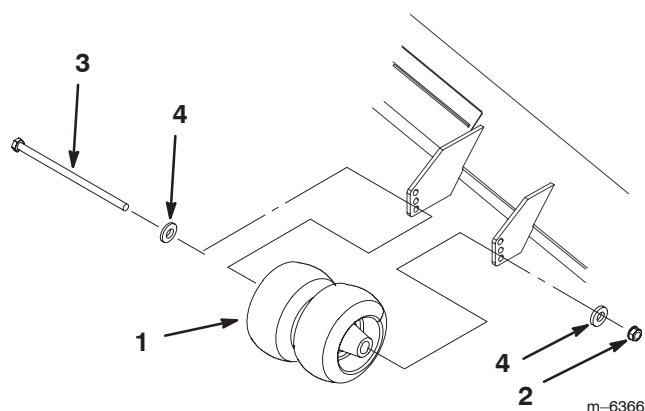

Figure 23
1. Après avoir réglé la hauteur de coupe, vérifiez que les roues de jauge procurent une garde au sol minimale de 10 mm (Fig. 23).
2. Si un réglage est nécessaire, retirez le boulon, les rondelles et l'écrou (Fig. 23).
3. Choisissez le trou requis pour que les roues de jauge soient à 10 mm ou plus du sol (Fig. 23).
4. Remettez le boulon, les rondelles et l'écrou (Fig. 23).